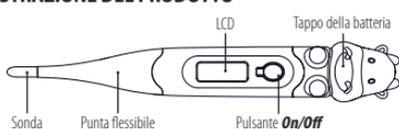

Figura 1: Componenti del termometro digitale
- Premere il pulsante **On/Off** vicino al display LCD nella Figura 1. Verrà emesso un segnale acustico mentre lo schermo mostra **188.8°C**, seguito dall'ultima temperatura registrata. Dopo aver mostrato la temperatura dell'autotest, il termometro è ora in modalità di test.